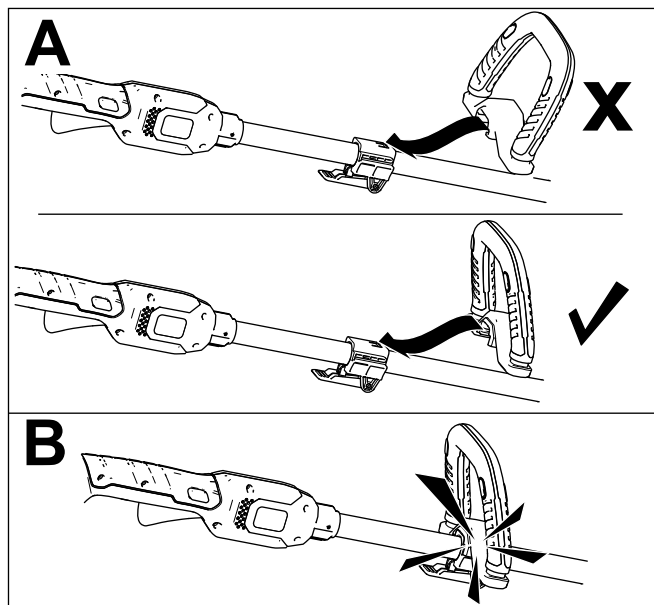

Figura 4
1. Alinee la ranura del mango con la ranura de la empuñadura auxiliar y deslice la empuñadura auxiliar hacia el mango de la desbrozadora (Figura 4, A).
2. Encaje firmemente la empuñadura en su sitio (Figura 4, B).